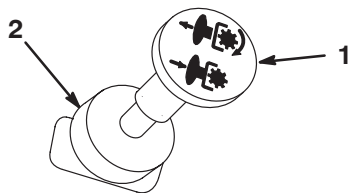

Figure 6
- Placez la commande de prise de force (PDF) en position désengagée (Fig. 6).
- Désengagez la PDF (Fig. 6).